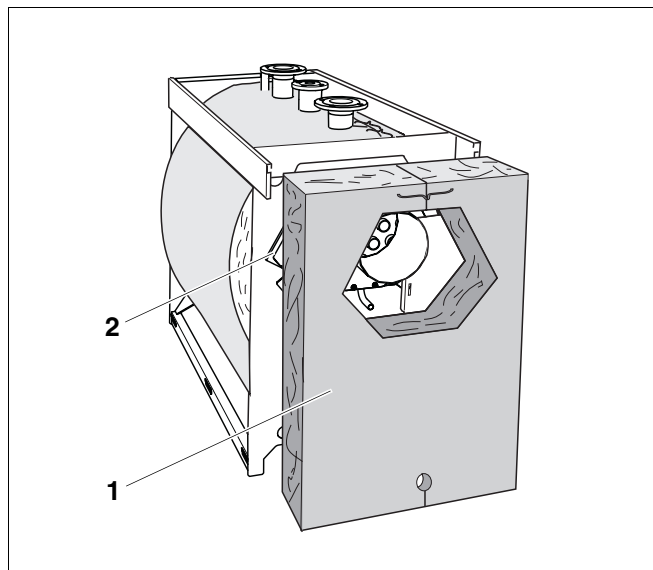

Рис. 21 Монтаж теплоизоляции задней стенки
- Установить теплоизоляцию задней стенки (рис. 21, поз. 1) вырезом на коллектор дымовых газов (рис. 21, поз. 2).